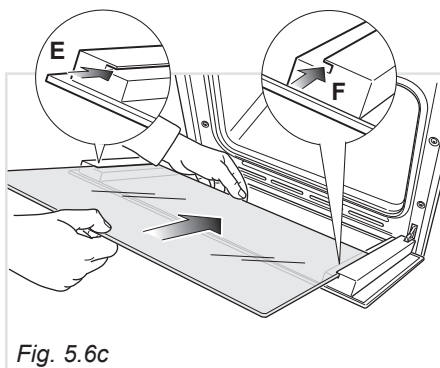
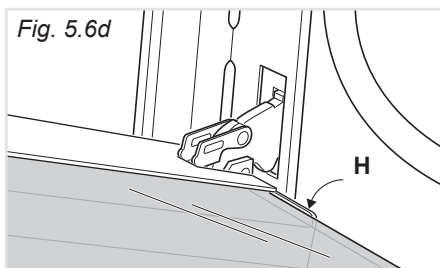

Fig. 5.6c
Fig. 5.6d
- Inserire il vetro nelle guide “E” ed “F” (fig. 5.6c) e farlo scorrere dolcemente fino ai fermi “H” (fig. 5.6d).